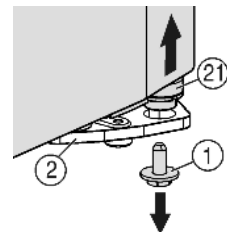
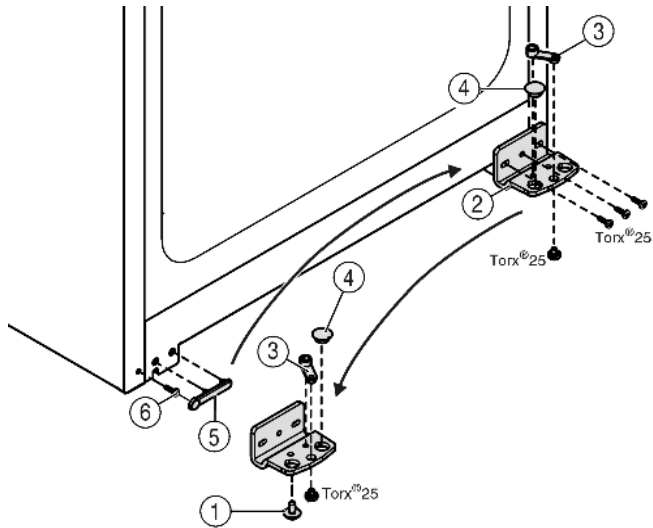

Fig. 5
Fig. 6
- V pravo dolu na konzole ložiska vyskrutkujte poistnú skrutku Fig. 5 (1).
- ▷ Čap ložiska Fig. 5 (21) sa uvoľní z konzoly ložiska Fig. 6 (2).
- V prípade, že sa čap ložiska Fig. 5 (21) neuvolní, čap vytlačte zdola.
- ▶ Odskrutkujte ložiskovú konzolu Fig. 6 (2).
- ▶ Ložiskový diel Fig. 6 (3) odskrutkujte a premiestnite ho do protiahlého otvoru uloženia ložiskovej konzoly, opäť priskrutkujte.
- ▶ Trň Fig. 6 (4) vyberte z ložiskovej konzoly a premiestnite ho do protiahlého otvoru uloženia ložiskovej konzoly.
- ▶ Opatrne odoberte kryt Fig. 6 (5) na strane držadla.
- ▶ Vyskrutkujte skrutku Fig. 6 (6) a zaskrutkujte na opačnej strane.
- ▶ Opäť nasadte kryt Fig. 6 (5).
- ▶ Ložiskovú konzolu Fig. 6 (2) pevne naskrutkujte na novej strane závesu (**s uťahovacím momentom 4 Nm**), príp. pomocou akumulátorového skrutkovača.
- ▶ Poistnú skrutku Fig. 5 (1) zaskrutkujte dolu do ložiskového čapu a dotiahnite (**s uťahovacím momentom 4 Nm**).